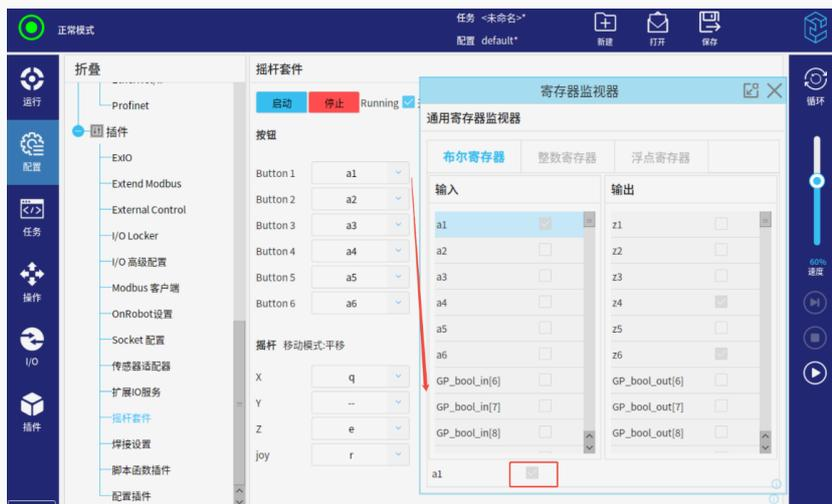

图 3-11: 观察按钮的布尔寄存器状态
- 按钮状态验证: 按下任意按钮, 观察其绑定的布尔寄存器是否为选中状态, 如图 3-11所示; 释放该按钮, 观察寄存器是否取消选中。